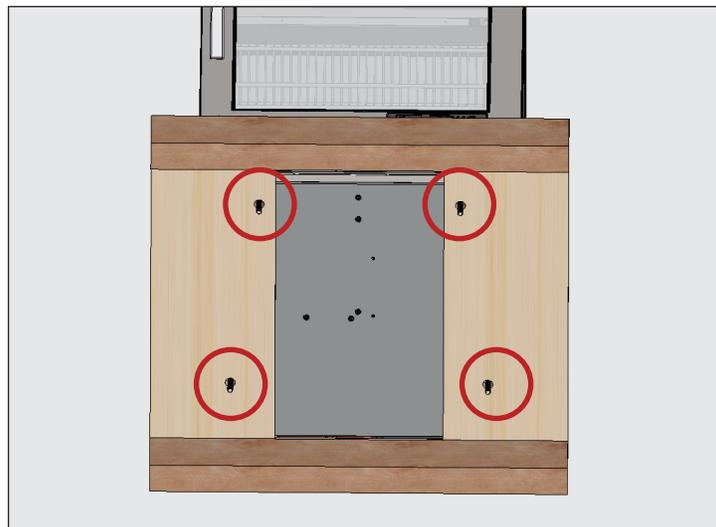

Fig. 2. Emplacements des vis du socle.
2. À l'aide d'une clé à molette, déposez toutes les vis de transport qui fixent la palette en bois au-dessous de l'appareil. Voir Fig. 2.